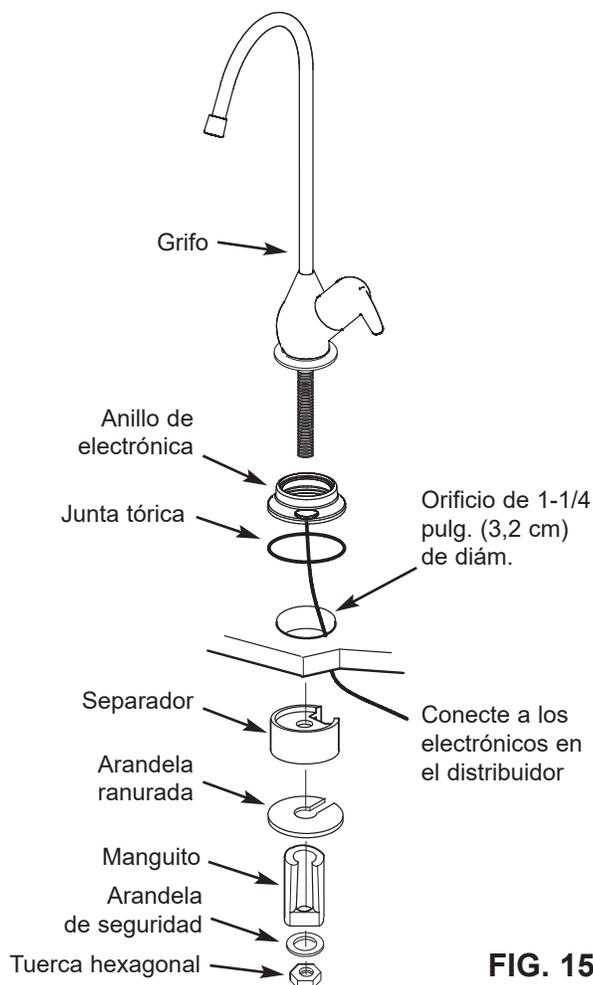

FIG. 15
1. Ubique y organice las piezas para instalar el grifo de ósmosis inversa. Vea la Fig. 15.
2. Inserte la junta tórica en la ranura en la parte inferior del anillo y deslice el anillo de monitor en el espárrago del grifo. El cable del indicador LED del anillo de monitor debe tenderse por el orificio del fregadero o encimera y a través del espaciador, si se utiliza. Vea la Fig. 15.